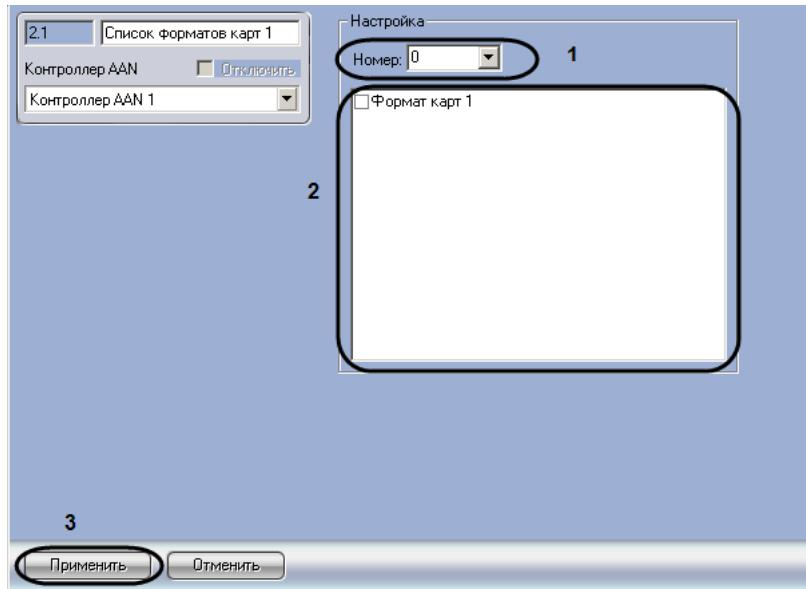

Рис. 3.4-4 Панель настроек объекта Список форматов карт
2. Перейти на панель настроек объекта **Список форматов карт** (Рис. 3.4-4).
3. Из раскрывающегося списка **Номер**: выбрать уникальный номер, присваиваемый данному списку форматов карт доступа (см. Рис. 3.4-4, 1).
4. Установить флагки напротив тех форматов карт доступа, которые необходимо включить в данный список (см. Рис. 3.4-4, 2).
5. Для сохранения изменений нажать кнопку **Применить** (см. Рис. 3.4-4, 2).